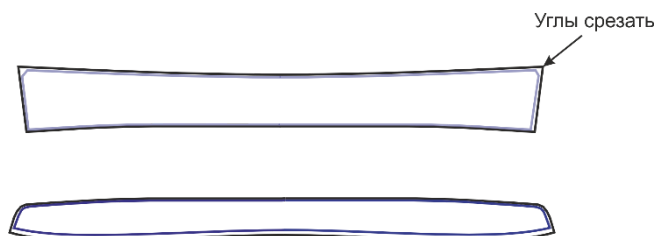

Рис. 1
1. Продублируйте верхний и нижний воротники, а также стойки верхнего и нижнего воротников (Рис. 1). Уголки воротника дублировать не нужно, для облегчения вывёртывания.